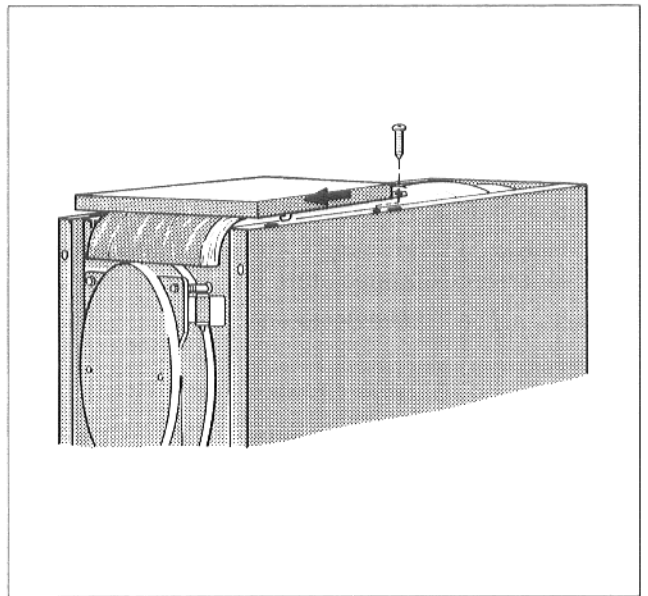

Abb. 8
- Vordere Kesselhaube links und rechts auf die Seitenwandabkantung legen, nach vorne ziehen bis die beiden Haken in die Schlitz in der Seitenwand einrasten (Abb. 8).
- Vordere Kesselhaube mit 2 Blechschrauben in den Laschen auf der Seitenwandabkantung festschrauben (Abb. 8).